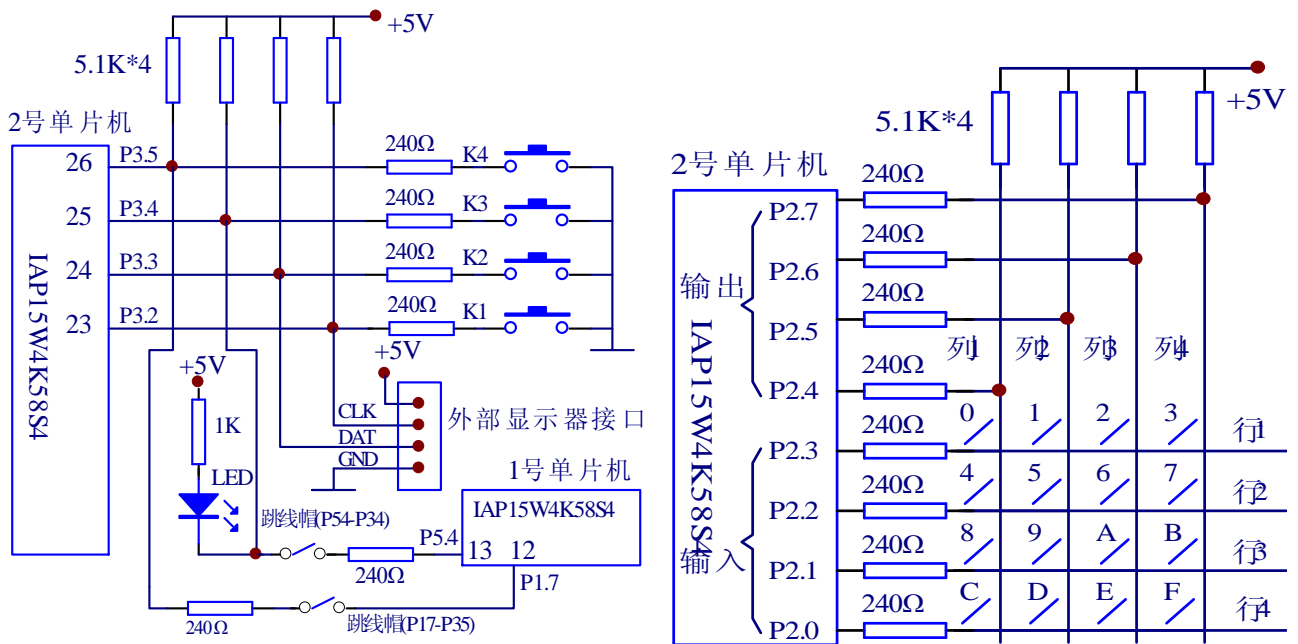

图 1-10 独立按键与外部显示器接口电路（图左）、矩阵按键电路（图右）
7、2 号单片机独立按键与外部显示器接口电路、矩阵按键电路等如图 1-10 所示。